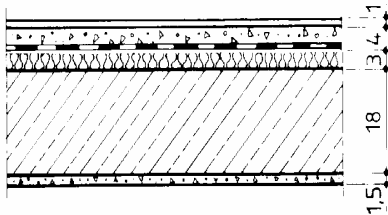

Bild 3.72 Geschoßdecke (Maße in cm)
5. Die Geschoßdecke in Bild 3.72 hat den Aufbau Teppichboden, Zementestrich, Faserdämmstoffplatten, Stahlbeton B 25 und Gipskalkputz. Wie viel kN/m^2 beträgt die Gewichtskraft je m^2 Decke, wenn noch eine Verkehrslast von $1,5 \text{ kN/m}^2$ hinzukommt?